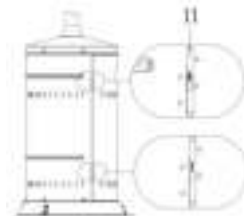

fig. 2
Fixer le soupape intérieur de gaz (16) sur le brûleur (Fig. 2).